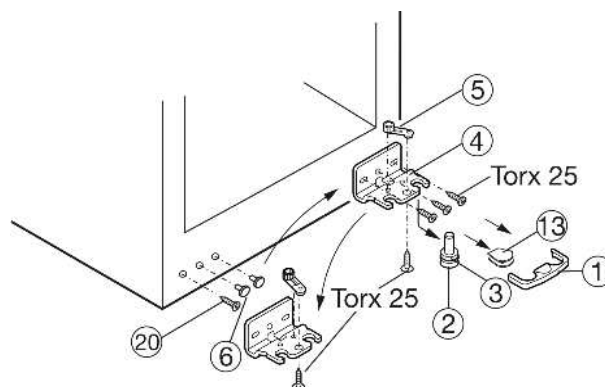

Fig. 4
- ▶ Предохранитель Fig. 4 (1) снимите движением вперед.
- ▶ Снимите крышку Fig. 4 (13).*
- ▶ Вытяните опорный палец Fig. 4 (2) вниз и вперед. При этом следите за гнездом шарнира Fig. 4 (3).
- ▶ Открутите опорный кронштейн Fig. 4 (4).
- ▶ Открутите опорную деталь Fig. 4 (5) и, переставив в отверстие на противоположной стороне опорного кронштейна, снова прикрутите.
- ▶ Снимите и снова установите пробку Fig. 4 (6) на противоположную сторону со стороны ручки.
- ▶ Выкрутите болт Fig. 4 (20) и вкрутите на противоположной стороне.
- ▶ Снова прикрутите опорный кронштейн Fig. 4 (4) на новой стороне шарнира (с моментом 4 Нм). При необходимости используйте аккумуляторный шурупверт.
- ▶ Снова слегка наклоните устройство назад и снова установите опорный палец Fig. 4 (2) с гнездом шарнира Fig. 4 (3). Заубрана на опорном пальце должна быть расположена спереди.
- ▶ Установите крышку Fig. 4 (13) на противоположной стороне.*
- ▶ Предохранитель (1) нужно зафиксировать сбоку на кронштейне, чтобы опорный палец и двери были защищены от выпадения.
- ▶ Снова защелкните предохранитель (1) на опорном кронштейне.
- ▶ При необходимости выровняйте дверцы через два продольных паза в опорном кронштейне Fig. 4 (4) параллельно корпусу устройства. Для этого выкрутите средний винт.